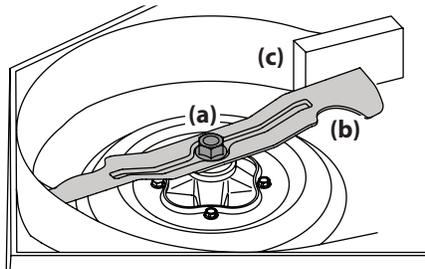

Figura 4-20
- Use una llave de 15/16" para sostener la tuerca hexagonal en la parte superior del conjunto del husillo cuando afloje la tuerca hexagonal (a) que fija la cuchilla (b). Se puede colocar un bloque de madera (c) entre el alojamiento de la plataforma y el borde de corte de la cuchilla (b) para ayudar a aflojar la tuerca hexagonal (a) que fija la cuchilla. Vea la Figura 4-20.